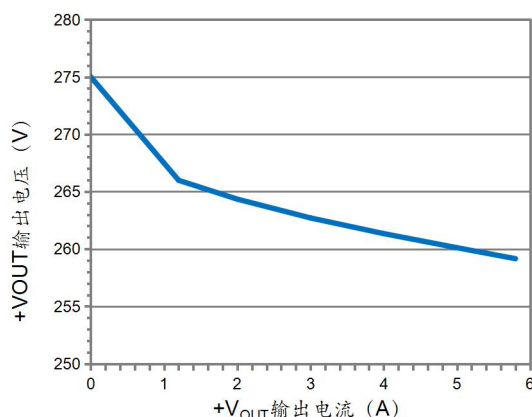
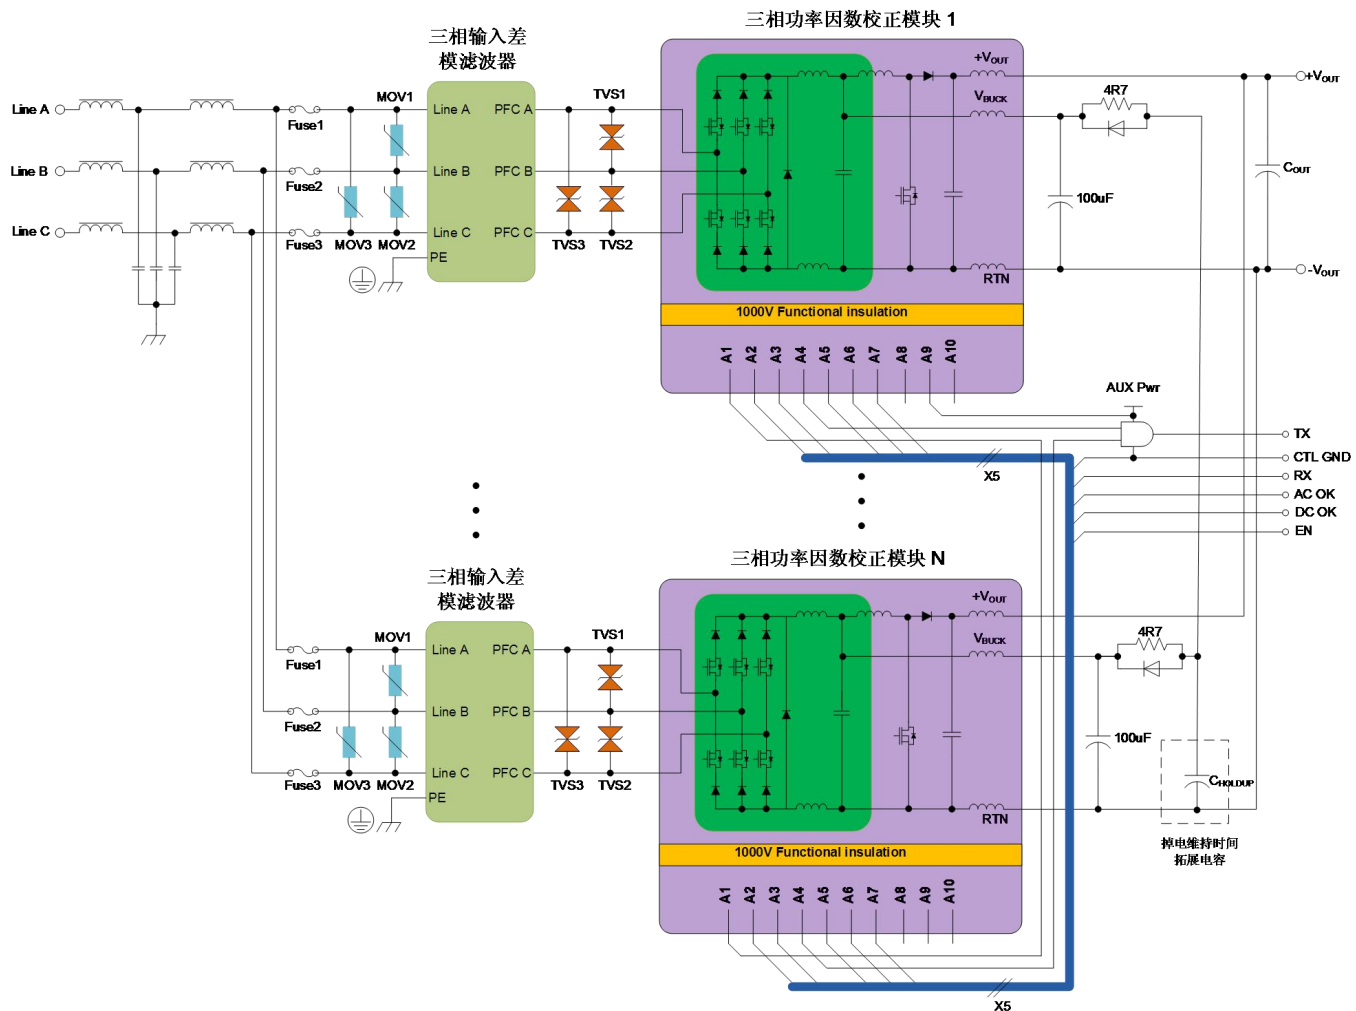
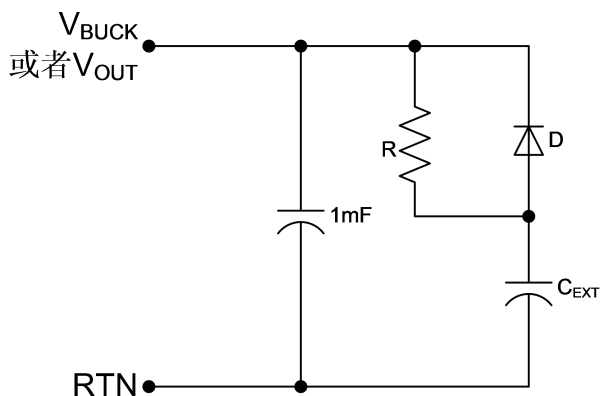

图 8: +V_{OUT} 输出电压 vs 输出电流
图 9：多模块并联使用原理图
图 18: 当输出端电容超过 1mF 时的慢充快放电路
由后级级联的升压变换器产生的 +V_{OUT} 输出电压在空载时稳定在 270V, 但随着负载电流的增加 +V_{OUT} 输出电压下降 (见图 8)。这种电压下降的特性符合 MIL-STD-704 标准规定的标称 270Vdc 直流电压总线的 250V 至 280V 正常电压范围。这种电压下降的特性具备两个优势:
本三相 PFC 整流器模块 (即 EPFC-3PAW-1K5-270-FP) 内置多个控制特性以便于并联。多达 10 个单元模块可以直接并联使用; 若应用中模块后级采用高压直流变换器对各三相 PFC 整流器模块输出进行隔离, 可实现 10 个以上单元并联使用。直接并联的典型应用原理图见图 9。采用图 8 所示的输出电压下降特性实现模块均流, 机制简单, 无主/从分布式均流, 不涉及单元之间的通信。
本三相 PFC 整流器模块的输出电压随输出电流的增加而下降, 即输出电压为输出电流的函数, 如图 8 所示。输出电压的精度及电压下降特性的函数在生产过程中已进行了校准, 以最大限度地减少模块之间的差异。此校准过程可实现良好的均流精度: 各模块单元的输出功率通常与平均功率的偏差在 ±50W 以内。外部输出接线阻抗应在各模块单元之间进行优化匹配以实现最佳均流性能。
并联系统的以下控制信号接线方式建议采用如下典型应用图 (图 9) 中获得:
并联电源系统的接线方式可以参考图 9 的典型应用图：
- 3) 不能将不同模块的 V_{BUCK} 直接并联。通过用多个 R||D 元件（从图 18）连接到图 9 所示的配置，这样 V_{BUCK} 共用一个保持电容器是可行的。在每个模块的 V_{BUCK} 附近放置一个推荐值的电容。
三相交流模块并联应用的输入滤波器设计有两种可供选择：非直接并联应用采用半砖，直接并联应用采用四分之一砖。半砖 UFLT-3PAW-AA-HM 模块在一个模块中集成了共模（CM）和差模（DM）滤波器。半砖式滤波器可以与单个 PFC 单元配对使用，也可以用于每个 PFC 模块输出被隔离后再并联的应用中。当把多个 PFC 模块直接并联使用时，不能将多个 CM 输入滤波器并联使用，因为通过它们的网络电流不会平衡到零。这会导致 CM 磁芯饱和，从而损坏 CM 滤波器的性能。作为替代方案，在直接并联应用中，推荐使用四分之一砖 UFLT-3PAW-BA-QM 滤波器模块，该模块仅实现差分模式（DM）滤波。如图 9 所示，这些 DM 滤波器与一个上游外部 CM 输入滤波器配合使用。由于只有一个返回路径，所以通过单个 CM 的净电流保证为零。共模（CM）扼流器元件的参数设计非常关键，因为任何杂散外部磁感应电流都将被直接耦合到上游输入电源电缆。输入三线并绕（把输入的三相线作为一个绕线单元来处理）对于良好的 CM 滤波性能至关重要。每层绕组入线端和出线端不交叠：当使用多个平行绕组层来减少阻性损耗时，每层匝数应一样。
超过 1mF 最大值的电容需要额外的串联 R || D 网络以获得最佳稳定性，如图 18 所示。二极管的额定电压必须至少为 300V，建议使用快速恢复类型以提高正向恢复特性。该电阻必须具有足够的脉冲功率能力。
对于 1mF 和 10mF 之间的电容，电阻值应为图 18 中显示的 4.7Ω。此电路也可以使用在容量大于 10mF 场合，但如果 V_{BUCK} 在开始上升后的 150mS 内未达到 50V，则可能会触发“V_{BUCK} 欠压关断”保护。将电阻值增加到 10Ω 可以规避此保护、V_{BUCK} 电压会快速上升到 50 V 以上（实际上这是电流限值在电阻上形成的压降）。但是 10Ω 值会增加电容充电时间，从而影响重复动态响应的能力。